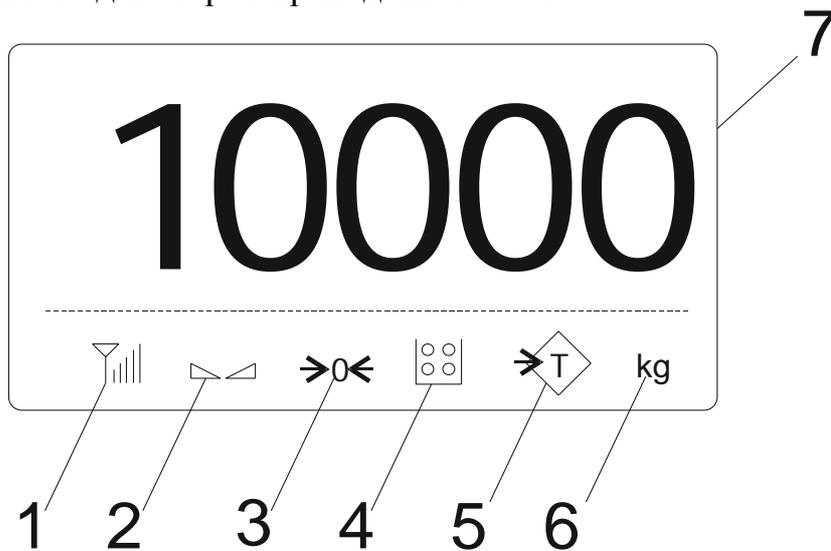

Рис. 2
2.4.1. Расположение индикаторов на дисплее показано на рис. 2.